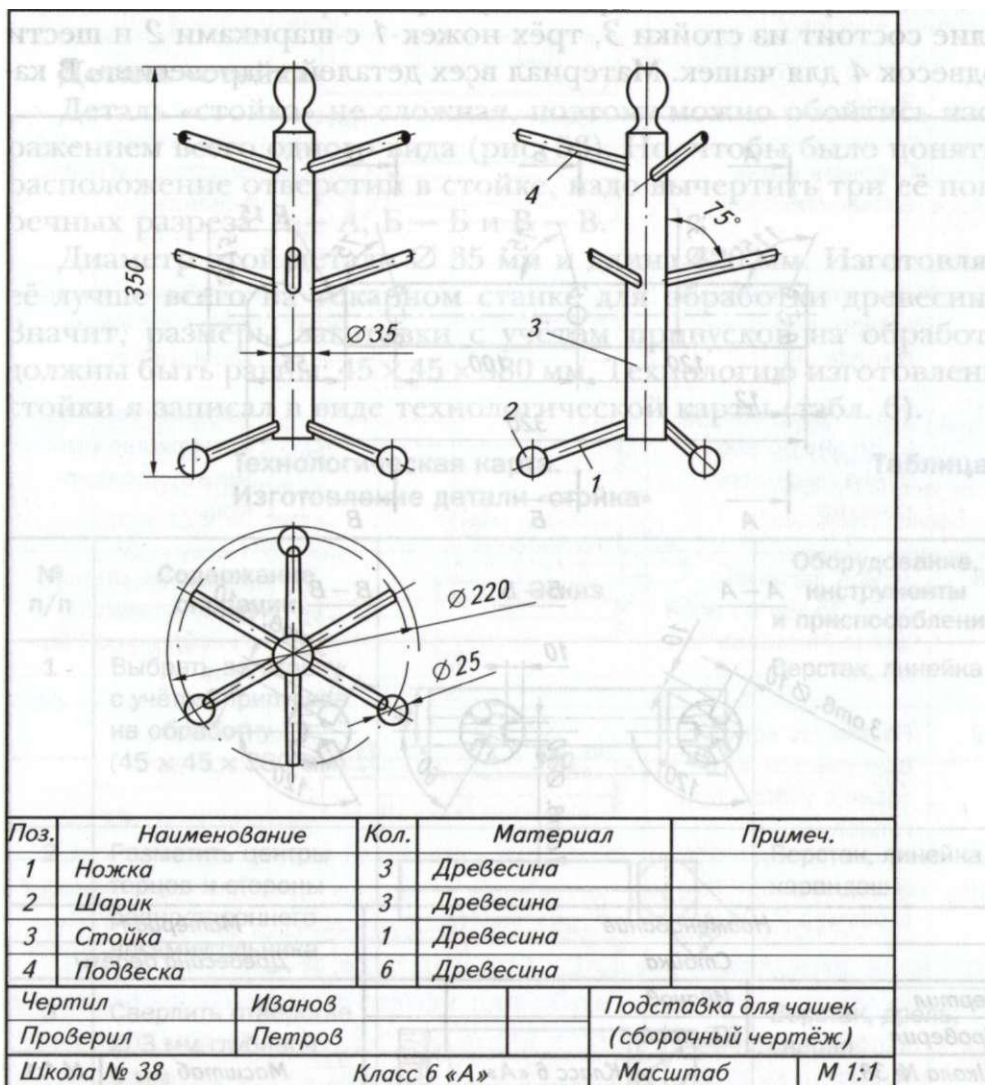

Рис. 52. Сборочный чертёж изделия «подставка для чашек»
Первоначально следует разработать сборочный чертёж. Он позволит определить габаритные размеры выбранного изделия (рис. 52).
1. Соединить с помощью клея шесть подвесок 4 и три ножки 1 со стойкой 3 (см. рис. 52).